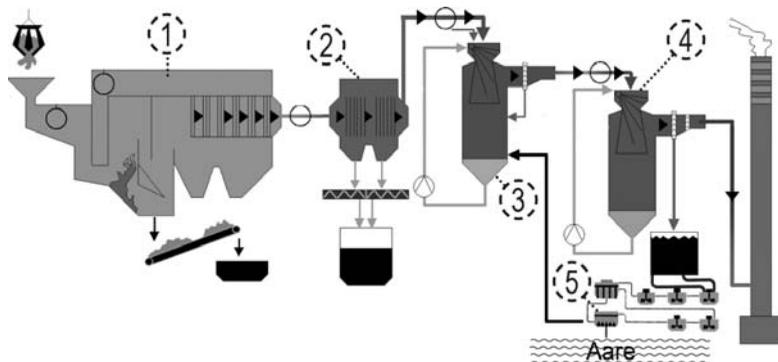

Abb.3: Schematisierte Darstellung einer Kehrichtverbrennungsanlage
Neben der Schlacke und dem Filterstaub, welche bei der Verbrennung von Abfällen gebildet werden, entstehen auch heisse Rauchgase mit verschiedenen, flüchtigen (gasförmigen) Schadstoffen. Um auch diese zum Schutze von Menschen, Tieren und Umwelt weitgehend zu eliminieren, erliess der Bund 1986 die Luftreinhalteverordnung. In dieser sind die maximal zulässigen Schadstoffgehalte (Grenzwerte) festgelegt. Darauf basierend wurde 1992 die Rauchgasreinigungsanlage in Betrieb genommen. So können mit der Rauchgaswäsche ca. 95% der flüchtigen Schadstoffe ausgewaschen werden. Dies betrifft vor allem die Chlor- und Schwefelverbindungen. Durch Düsen wird Washwasser aus der Aare in den ersten Rauchgaswäscher eingespritzt. Dieses Wasser löst z.B. Chlorwasserstoff und Fluorwasserstoff, welche dann starke Säuren bilden, aus dem Rauchgas (siehe Abb. 3; (3)). In einem zweiten Rauchgaswäscher wird anschliessend Schwefeldioxid eliminiert (siehe Abb. 3; (4)). Das Reinigungswasser aus der Abwasser-